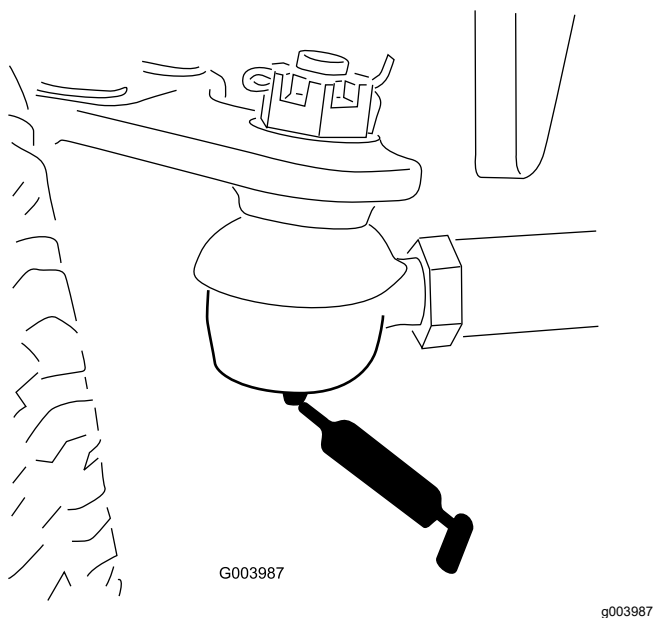

Figure 68
- Bielle de essieu arrière (2) – Figure 68